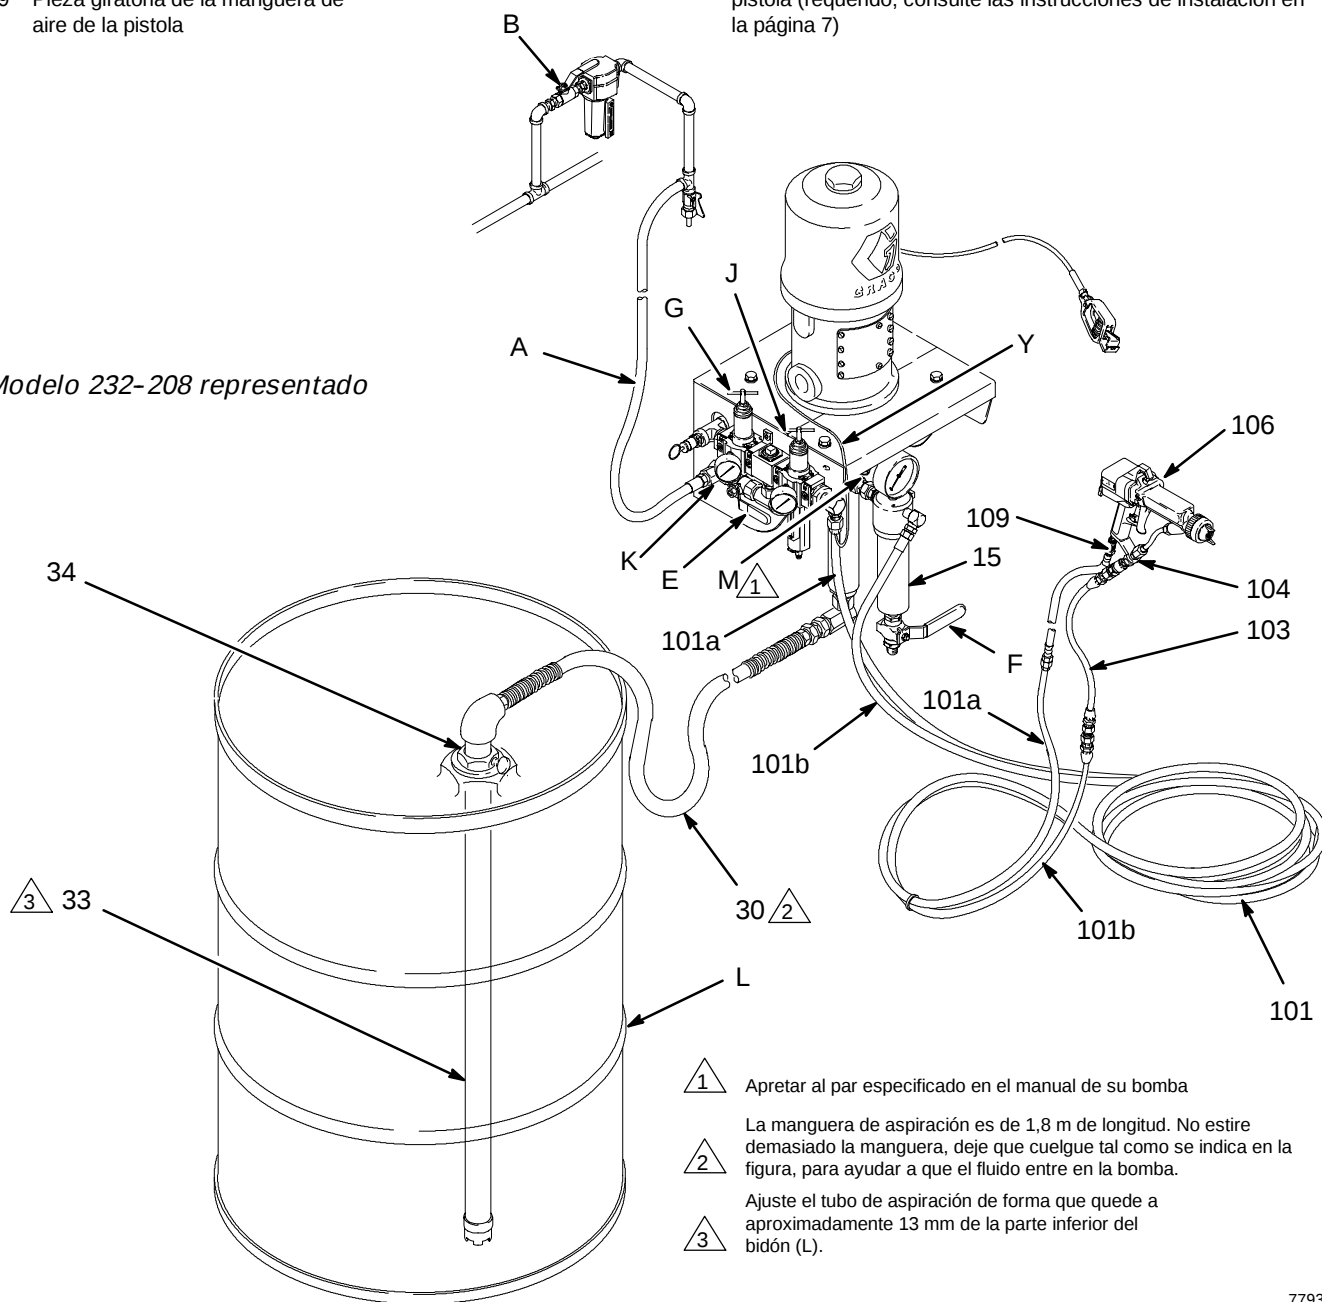

Fig. 5
3. Cierre la válvula neumática principal de purga con llave roja (E, requerida en su sistema). Vea la Fig. 5.
Antes de comenzar, llene la tuerca prensaestopas (M) a 1/3 de su capacidad con líquido sellador Graco (TSL) o un disolvente compatible. Vea la Fig. 5.
El filtro de aire/regulador de la pistola (J, vea la Fig. 5) controla la presión de aire que llega a la pistola de pulverización. El aire es suministrado a la pistola a través de una manguera de aire especial, conductora eléctricamente.
2. Desmonte la protección de la boquilla y la boquilla de pulverización de la pistola (106). Consulte el manual de la pistola.
3. Vea la Fig. 5. Cierre el regulador/filtro de aire de la pistola (J), el regulador de aire de la bomba (G), y las válvulas neumáticas de purga (B, E).
4. Cierre la válvula de drenaje del fluido (F).
5. Conecte la línea de aire (A) a la pieza giratoria de la entrada de aire (K).